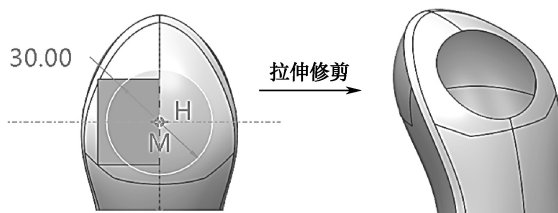

图 7-154 拉伸修剪正面曲面
(2) 单击【模型】→按钮，弹出【拉伸】操控面板。在操控面板上，选择【拉伸为曲面】。单击【放置】→【定义】，选择绘图区中的“拉伸 5”作为草绘平面，单击【草绘】进入草绘模式。绘制如图 7-154 所示的圆形曲线，完成后单击【确定】。选择  同时点选正面曲面进行修剪，得到如图 7-154 所示的曲面。